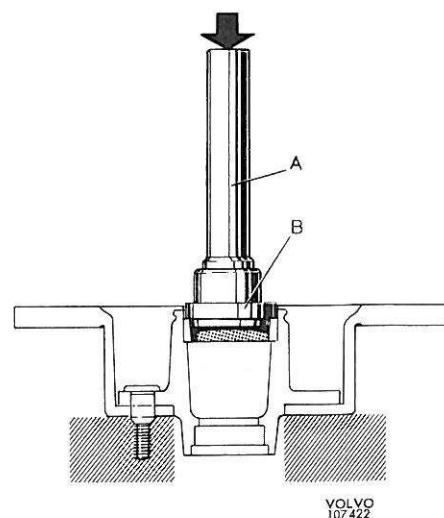
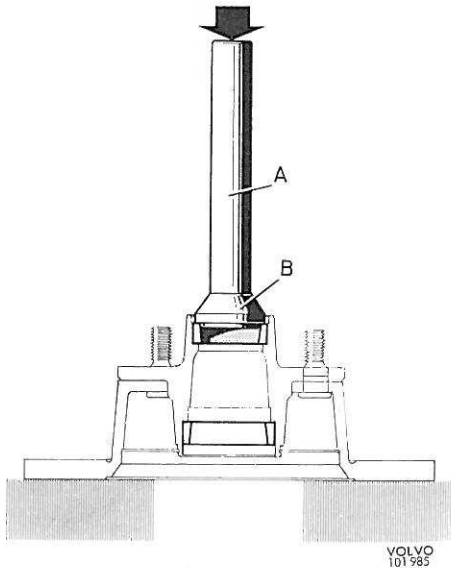

Figure 28. Montage de la cuvette du roulement intérieur
Figure 29. Montage de la cuvette du roulement extérieur
7. Enfoncer en place les cuvettes des nouveaux roulements. En plus de la poignée de base 1801, se servir du mandrin 5005 (figure 28) pour le roulement intérieur et du mandrin 2724 (figure 29) pour le roulement extérieur.